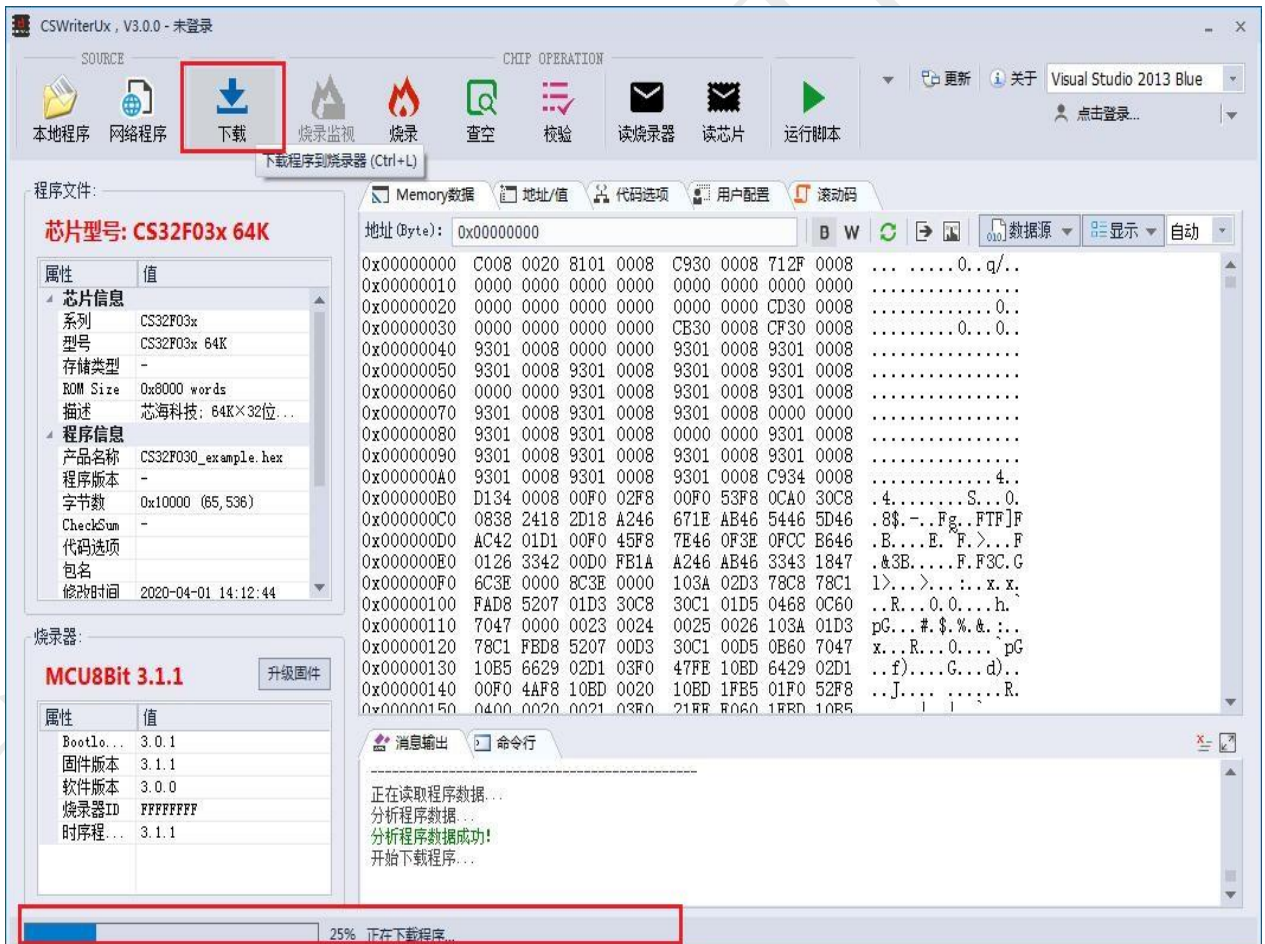

图 6-3 下载 hex 到烧录器
3. 单击下载，将 hex 文件下载到烧录器，如下图 6-3 所示。